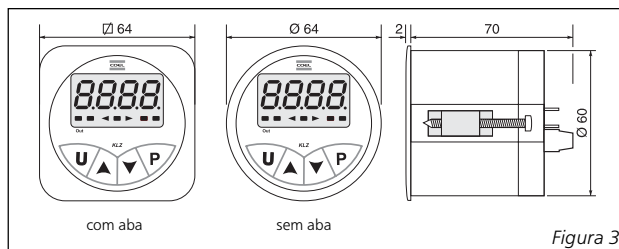

Figura 3
1. Fazer uma abertura no painel conforme medidas indicadas na figura 3.